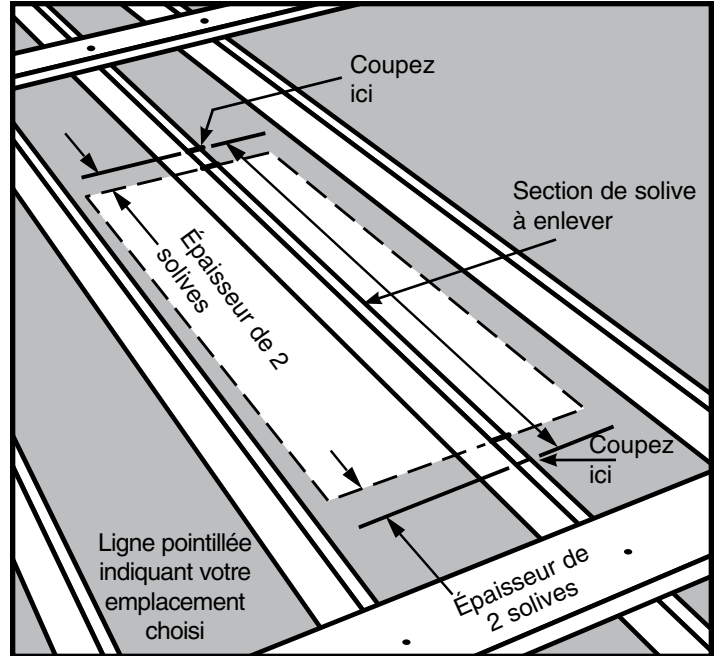
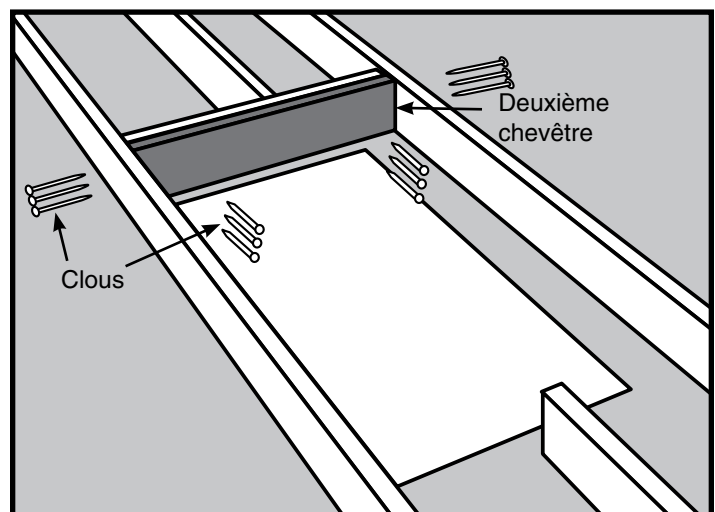

Figure 10
Figure 16
Étape 4. Déterminez l'endroit où couper la ou les solive(s). La Figure 10 montre où marquer la/les solive(s) traversant votre emplacement choisi. Notez qu'il faut les marquer de nouveau depuis le bord de votre emplacement, à une distance de deux fois l'épaisseur d'une solive (en général 3 pouces ou 7.6 cm). Cela laisse de la place pour deux chevêtres de la taille d'une solive placés contre chaque extrémité de solive coupée (Voir la Figure 16 en page 18).
- Étape 6. Placez un deuxième chevêtre contre le premier et clouez-le avec lui en utilisant (3) clous 16d entre chaque solive (Voir la Figure 16).
- Étape 7. Plantez (3) clous 16d au travers des solives dans chaque extrémité du deuxième chevêtre (Voir la Figure 16).